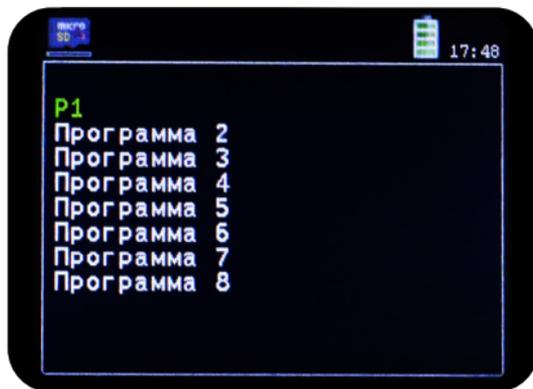

Рисунок 19. Режим «Виброконтроль».
- «Программа измерений» - выбор одной из восьми программ измерений (рисунок 19), включающих в себя до трех условий, связанных логическим знаком. Каждое условие позволяет задать измеряемый параметр, уровень предупреждения и уровень аварии.